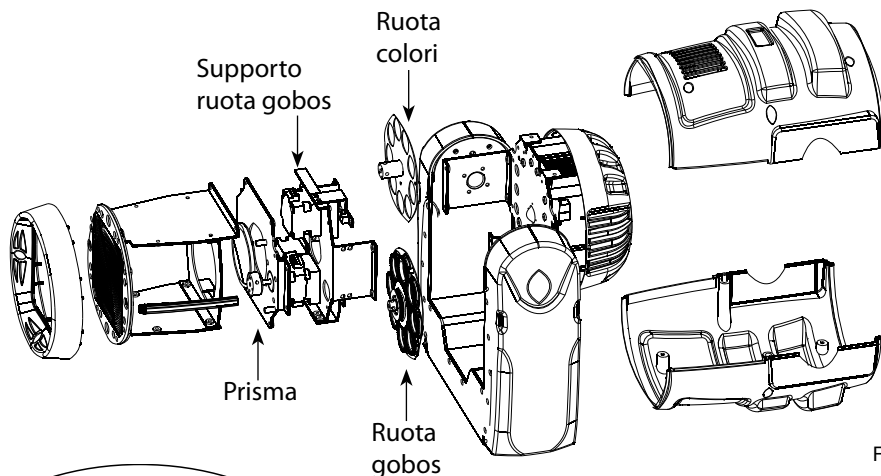

Fig.10
2. Svitare le viti per togliere la copertura frontale e successivamente la parte superiore e inferiore della testa mobile. Poi rimuovere il prisma e il supporto ruota gobos (fig.10).